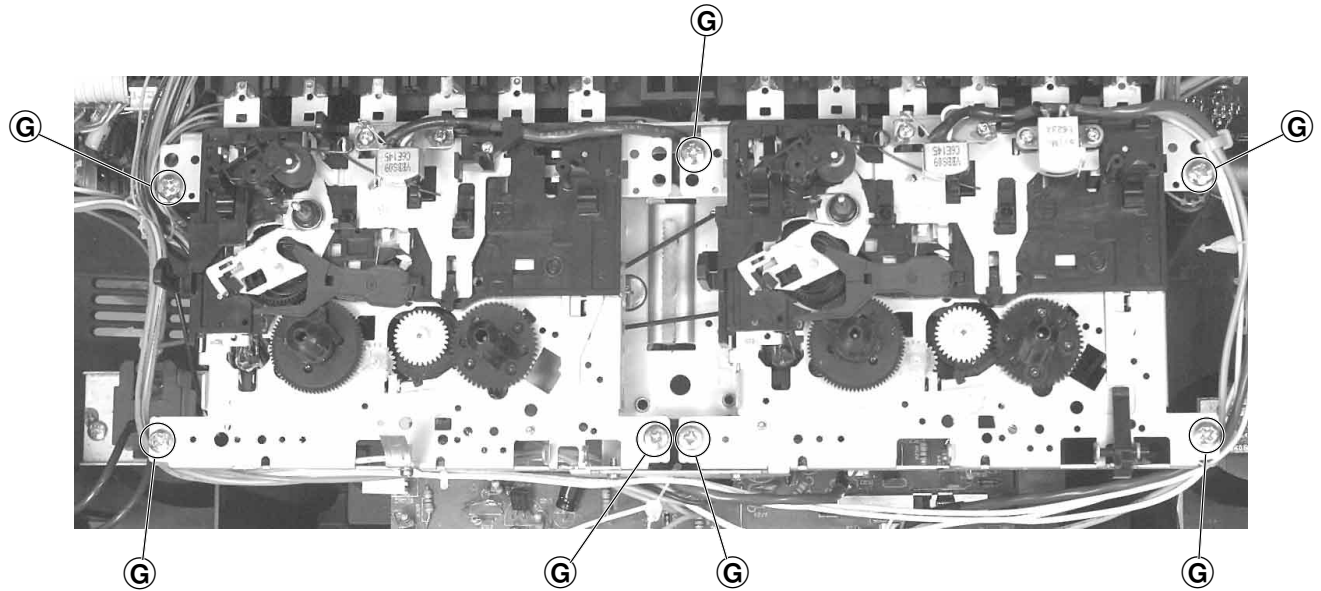

Fig. 5
- 7 Schrauben (G) (Fig. 5) herausdrehen.
- Undo 7 screws (G) (Fig. 5).